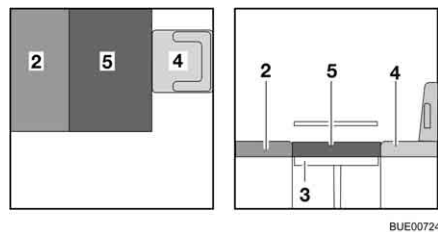

Bild 121 Nach dem Umbau
- Das Zusatzpolster (Bild 121,5) auf den Tisch legen.
- Den Fahrrersitz (Bild 121,4) gegebenenfalls wieder nach hinten schieben.